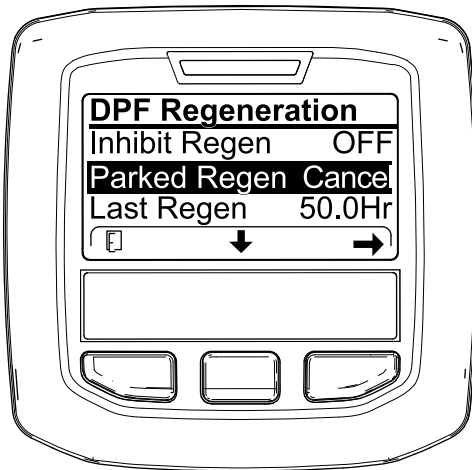
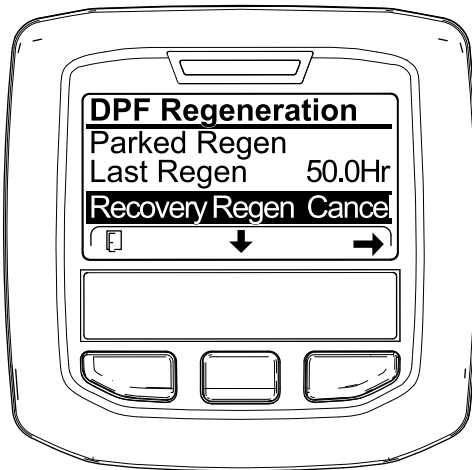

図 98
図 99
1. DPF 再生メニューにアクセスする 図 98。
2. 中央ボタンを押して下へスクロールし、駐車再生キャンセル PARKED REGEN CANCEL (図 98) またはリカバリ再生キャンセル RECOVERY REGEN CANCEL を選ぶ 図 99。
3. 右ボタンを押すと再生キャンセルに Regen Cancelに入る 図 98または 図 99。